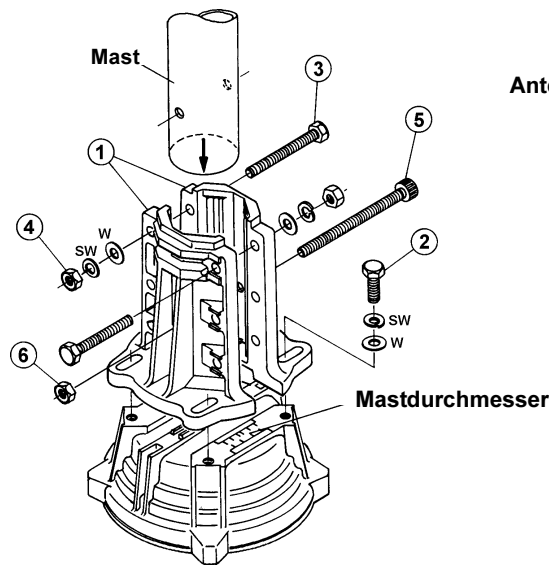

Abbildung 13
4. Bringen Sie die Mastklemme ① mit Hilfe der mitgelieferten M8 x 30-Schrauben ②, Federscheiben und Unterlegscheiben lose am Rotorgehäuse an (siehe Abbildung 13).
5. Führen Sie das Antennenrohr mit Hilfe eines Hilfsmastes oder einer anderen Hebeeinrichtung von oben durch das Lager in die Masthalterung des Rotors. Befestigen Sie die Mastklemmen lose mit Hilfe der mitgelieferten M8 x 70-Schrauben ③, Federscheiben und Unterlegscheiben.